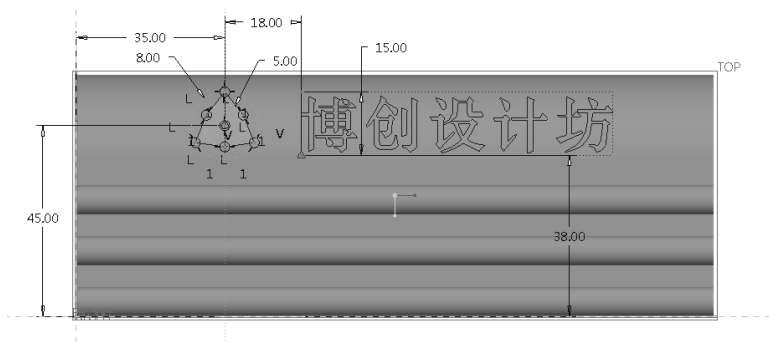

图 6-162 绘制截面
4) “参考”面板中的“草绘”收集器处于激活状态，单击“草绘”收集器右侧的“定义”按钮，弹出“草绘”对话框，选择 TOP 基准平面作为草绘平面，以 RIGHT 基准平面为“右”方向参考，单击“草绘”按钮，进入草绘器中。绘制图 6-162 所示的一个截面，单击  (确定) 按钮。